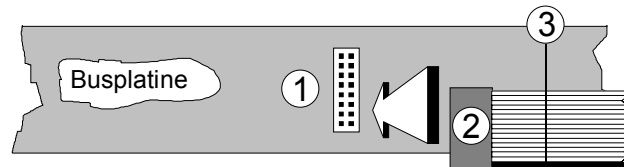

Abb. 2: Montage des Flachbandkabels an der Busplatine
- Verbinden Sie nun das freie Ende des Flachkabels (s. ② in Abb. 2) mit einem **freien Steckplatz auf der Busplatine** (s. ① in Abb. 2).
Achten Sie darauf, daß die **farbige Markierung des Kabels** beim Blick auf die Busplatine **unten** liegt (s. ③ in Abb. 2) und daß die Buchsen **bündig** (nicht seitlich versetzt) auf den Steckern sitzen, da andernfalls die Module bei Inbetriebnahme zerstört werden!